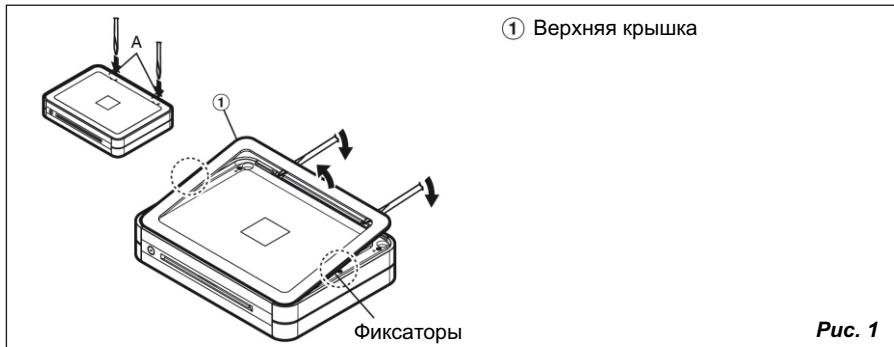

Рис. 1
2. Снимите верхнюю крышку усилителя, вставив плоский инструмент (например, инструмент для снятия панелей или плоскую отвертку) в две прорези на усилителе (помеченные как A). Если снять верхнюю крышку невозможно, изогните ее и освободите фиксаторы на обеих сторонах. Смотрите рис. 1.